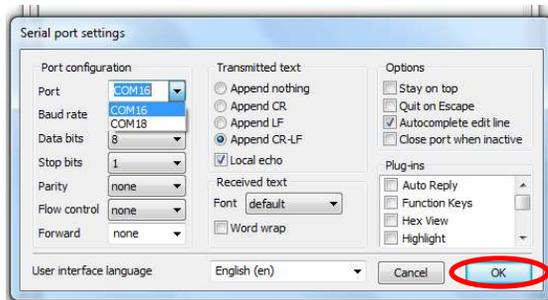

Figura 5
- 8- Presionar OK para salir de SETTINGS, marcado en rojo en la Figura 5.
9- Automáticamente se conectará y establecerá la comunicación tal como lo indica la Figura 5.